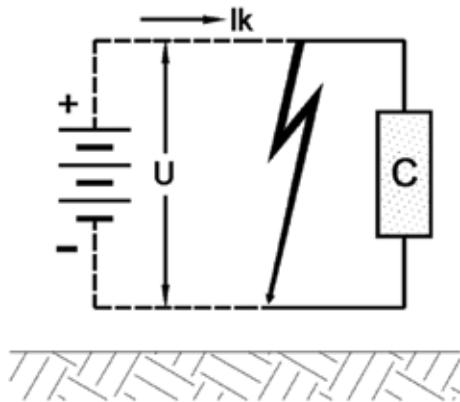

Figura 3
- » Primer caso: En el caso de producirse una falla como la mostrada en la figura 3, se establecerá la corriente de cortocircuito  $I_k$ , la cual quedará determinada por el valor de la tensión  $U$  y la resistencia eléctrica de los cables circuito involucrado.